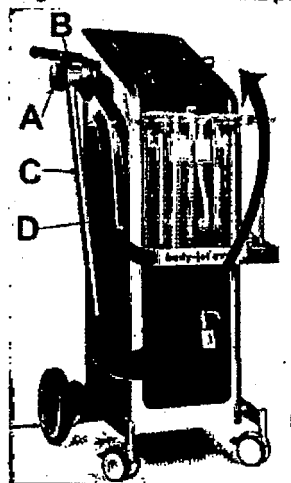

Fig. 4-2: Llevar el rack
Extraiga la articulación giratoria (B) hasta el tope y gire el brazo (C) contra el sentido de las agujas del reloj a la posición vertical (Fig. 4-2).